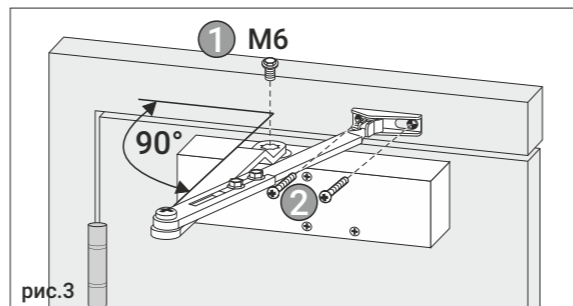

рис.3
2. Установите на дверной доводчик складной телескопический рычаг строго под углом 90° к поверхности дверного полотна, зафиксировав его винтом М6 (рис. 3). Закрепите "башмак" рычага винтами М5 (шурупами), убедившись, что два фиксирующих телескопическую тягу винта не затянуты и позволяют увеличивать длину телескопической тяги без помех.